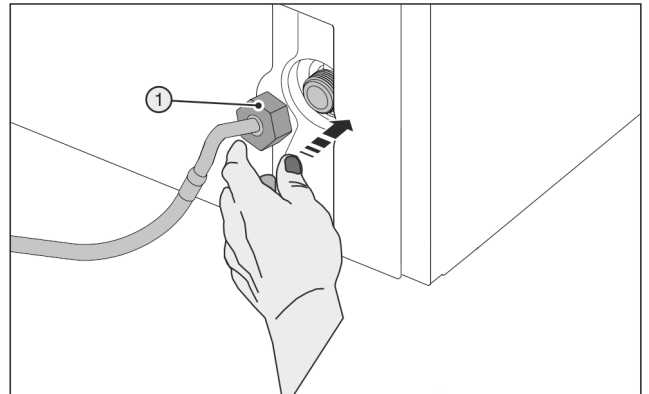

Fig. 29
- Opatrne nasadte maticu Fig. 29 (1) a rovno ju naskrutkujte na závit.
- Opatrne nasadte maticu Fig. 29 (1) a dvomi prstami ju rovno skrutkujte na závit, kým nedosiahnete bezpečné, pevné utiahnutie.
- Pomocný nástroj (5) používajte výhradne pri izbovej teplote.
- Maticu Fig. 29 (1) uťahujte pomocným nástrojom (5) v smere hodinových ručičiek, kým sa nedosiahne maximálny uťahovací moment a pomocný nástroj (5) sa nezačne pretáčať.